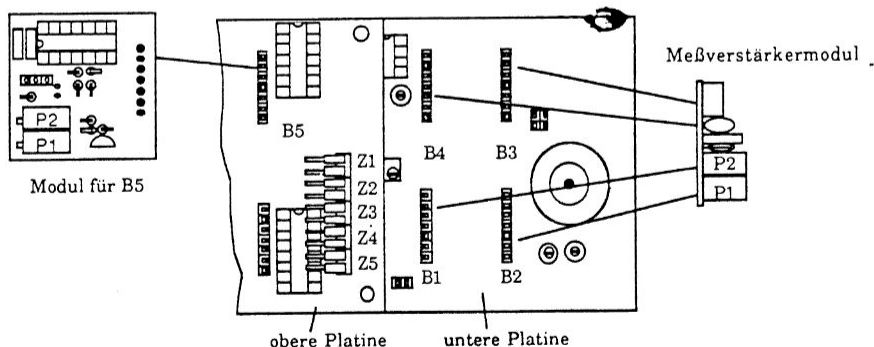

Bild 2
Soll der Einbau des MC-12.2 nachträglich erfolgen, so ist das MC-12(A) zu öffnen (je 3 Schrauben an Vorder- und Rückseite des MC-12(A)). Auf der unteren Platine sind vier 7-polige Buchsenleisten B1...B4 angebracht. Jede dieser Buchsen kann einen Meßverstärker aufnehmen. Stecken Sie das Modul auf einen freien Steckplatz B1...B4 (Bild 2).